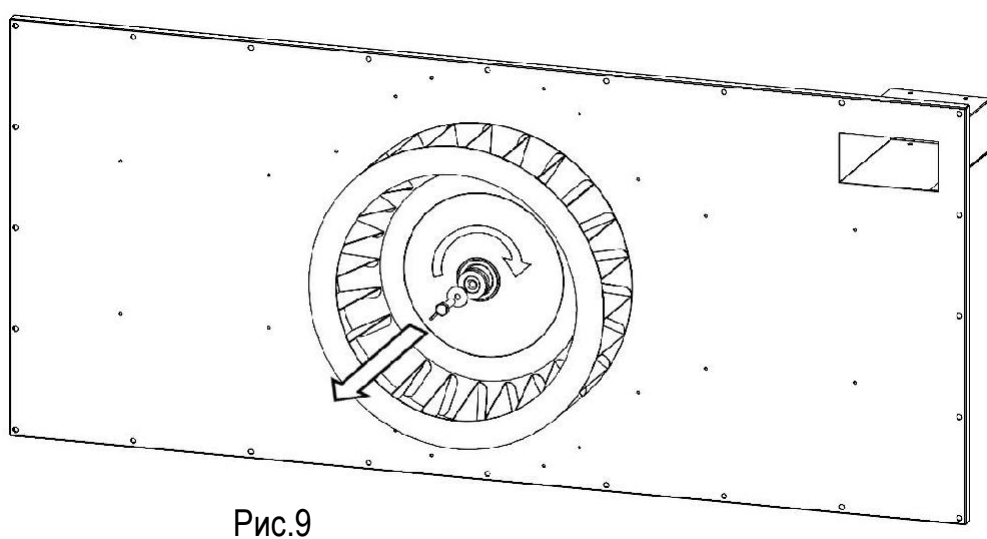

Рис.9
7. Снимите предохранительный штифт и болт крепления вентилятора (рис. 9).